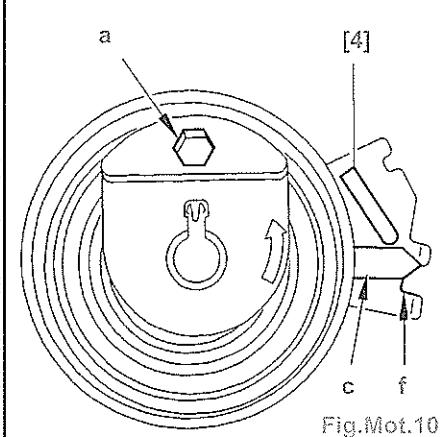
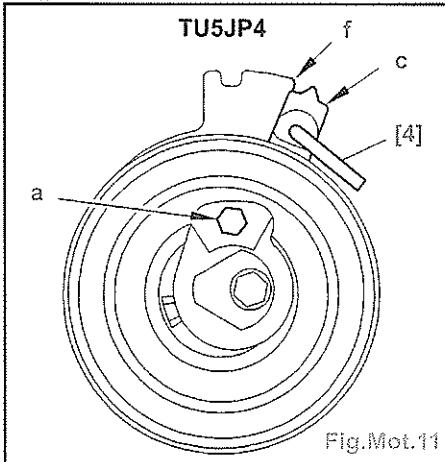

Fig.Mot.10
Fig.Mot.11
- Tourner le galet tendeur à l'aide d'une clé pour six pans creux (en (a)) (Fig.Mot.10 pour les moteurs TU1JP et TU3JP) et (Fig.Mot.11 pour le moteur TU5JP4).